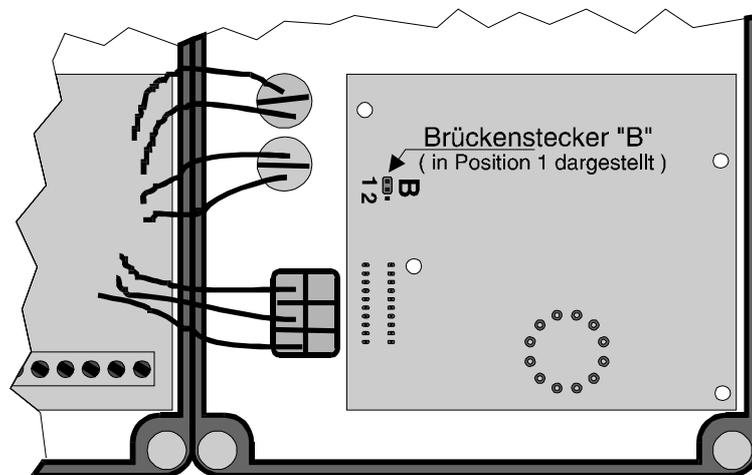

Bild 2: Lage des Brückensteckers "B" auf der Steuerkarte im Deckel des Trafo - Regelgerätes ETW 5 / 10
*) Ist der Brückenstecker "B" auf der Steuerkarte im Deckel des Trafo - Regelgerätes (siehe Bild 2) in Stellung "1" positioniert, bleibt die Leistungsstufe 1 auch bei Spannungen <0,5V eingeschaltet (Mindestluft)!
Wenn die Mindestluft (Leistungsstufe 1) auch bei niedrigen Raumtemperaturen nicht abgeschaltet werden soll, ist auf der Steuerkarte, die sich im Deckel des Trafo - Regelgerätes befindet, der Brückenstecker "B" in die Position 1 zu stecken (siehe Bild 2). Das Anschlußklemmenpaar +K1, -K2 ist mit einer Drahtbrücke kurzzuschließen.